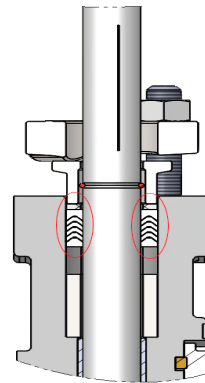

Figure 10 : Configuration de l'anneau en V de garniture
**ATTENTION** Étant donné que le scellement de la garniture à anneaux en V s'effectue au niveau du bord aminci, comme indiqué sur la Figure 10, il est important d'éviter d'endommager ce bord.